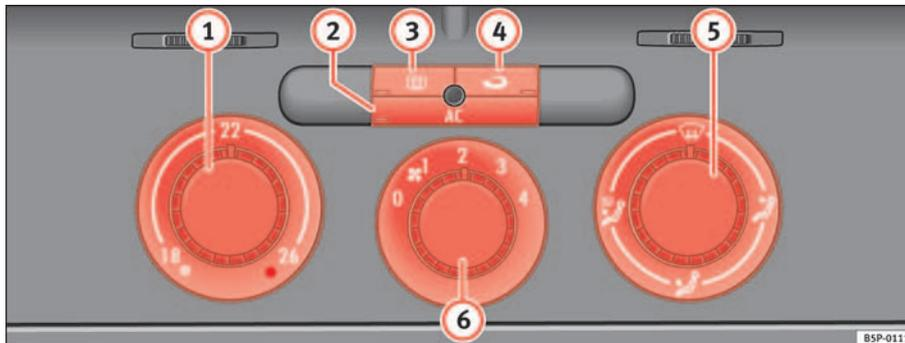

Fig. 123 Sur le tableau de bord : éléments de commande du Climatic
- Tournez le régulateur de température ⇒ fig. 123 ① vers la droite pour sélectionner la puissance calorifique souhaitée.